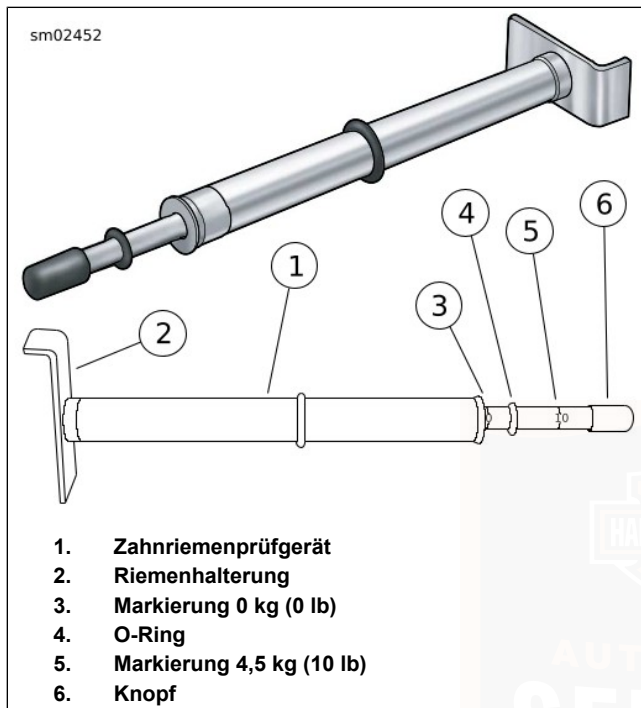

Abbildung 58. Zahnriemenprüfgerät
3. Siehe Abbildung 58. Messung der Riemendurchbiegung mit ZAHNRIEMENPRÜFGERÄT (TEILE-NR.: HD-35381-A):
- a. Den O-Ring (4) zur Null-Markierung (3) schieben.
- b. **Modelle mit Rahmendurchbiegungs-Sichtfenster:** Die Riemenhalterung (2) in einer Linie mit dem Riemendurchbiegungs-Sichtfenster an den unteren Teil des Antriebsriemens anlegen.
- c. **Alle anderen Modelle:** Die Riemenhalterung (2) gegen die Unterseite des Antriebsriemens auf halbem Wege zwischen den Antriebsriemensscheiben anordnen.
- d. Den Knopf (6) nach oben drücken, bis der O-Ring nach unten auf die Markierung 4,54 kg (10 lb) (5) rutscht; dort festhalten.